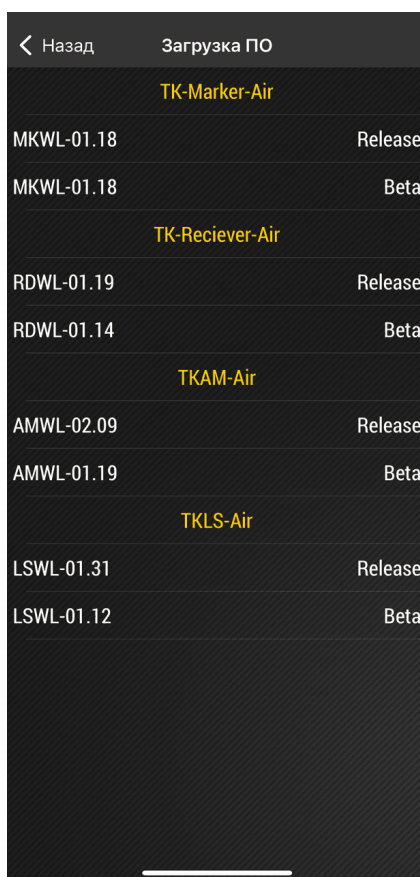

Рис.41. Меню «Загрузка ПО»
3. После этого произойдет загрузка всех доступных прошивок (Рис.41).